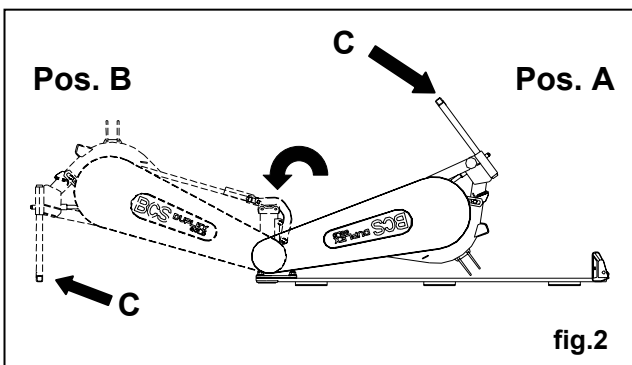

fig.2
- con la macchina in posizione **A** (fig.2) montare il piede **C**, la copiglia e la spina di sicurezza;
- ruotare il gruppo telaio-braccio in posizione **B** (fig.2) facendo appoggiare il piede **C** a terra;
- with the machine in position **A** (fig.2), assemble the foot **C**, cotter and safety pin;
- turn the frame-arm group in position **B** (fig.2), allowing the foot **C** to rest on the ground;
- avec la machine sur position **A** (fig.2) monter le pied **C**, la goupille et le goujon de sûreté.
- tourner le groupe châssis-bras sur position **B** (fig.2) en faisant appuyer le pied **C** à terre;
- con la máquina en la posición **A** (fig.2) montar el pie **C**, la clavija y el pasador de seguridad.
- poner el grupo chasis-brazo en posición **B** (fig.2) haciendo que el pie **C** apoye en el suelo.
- Bei in Stellung **A** (Abb.2) stehender Maschine den Fuß **C**, den Splint und den Sicherheitsstift anbringen;
- Gestell-Arm in Stellung **B** (Abb.2) drehen und dabei den Fuß **C** auf den Boden absetzen;
8. Durante il trasporto assicurarsi che l'asta di sicurezza **A** sia saldamente fissata e la protezione lama **B** montata (fig. 2 pag.5).
8. Pendant le transport s'assurer que la tige de sécurité **A** soit bien fixée et que la protection lame **B** soit bien montée (fig.2 page 5).